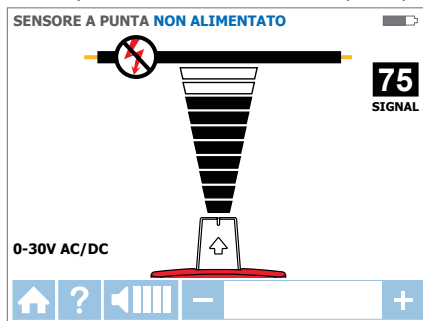

Figura 3.2c: Ricevitore che mostra il segnale rilevato in modalità SENSORE PUNTA senza tensione
4. Eseguire una scansione dell'area di destinazione con sensore punta per trovare il segnale col livello più alto (Figura 3.2c). Mentre si traccia, regolare periodicamente la sensibilità per mantenere la potenza del segnale vicino a 75. Aumentare o diminuire la sensibilità premendo il tasto + o - sulla tastiera. Se il segnale è troppo forte per trovare con precisione, impostare il trasmettitore sulla modalità LOW (Basso).